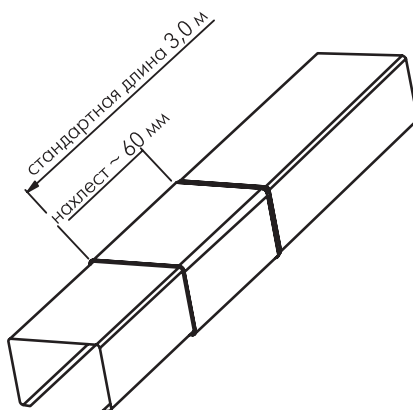

Рис. 4.5: RHEINZINK® — колпак, стык профилей с расширением
1. Готовый колпак для монтажа, механически спрофилированный с расширением 8 мм для точного соединения внахлест (см. рис. 4.5.)
4 составляющих RHEINZINK® - Системы «планок на защелках»: Планка из оцинкованной стали, колпак для завершения конька, колпак для завершения свеса кровли и фасада, колпак, стандартная длина 3,0 м с расширением или пасом длиной 8 см (см. рис. 4.5)